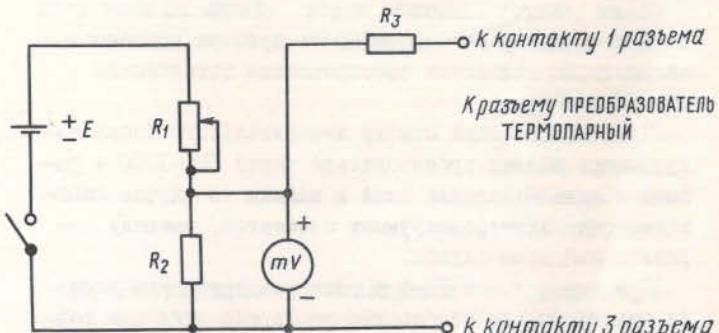

Рис. 7. Схема технологического стенда для проверки погрешности измерения стрелочным прибором (напряжения):
6.2.3. Для проверки основной приведенной погрешности измерения напряжения стрелочным прибором термопарной части вакуумметра подключить к контактам 1 и 3 разъема ПРЕОБРАЗОВАТЕЛЬ ТЕРМОПАРНЫЙ технологический стенд, схема которого приведена на рис. 7.